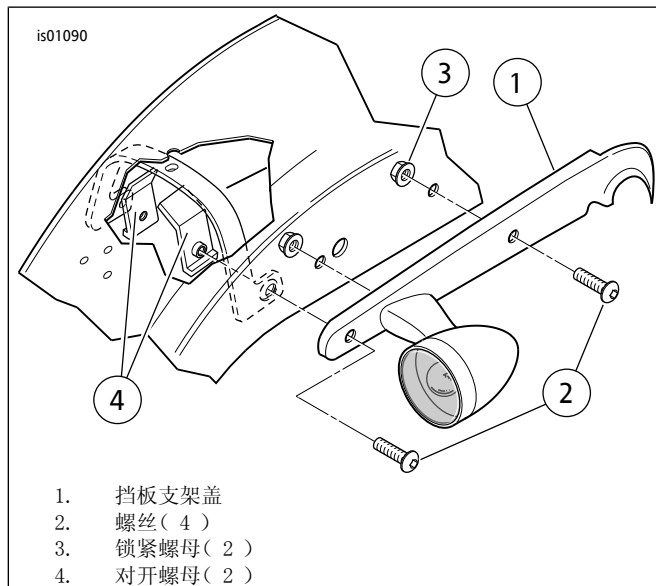

图1。后挡板支架(图示为右侧)
1. 参见图1。从后挡板支架盖(1)上拆下前部螺丝(2)和锁紧垫圈(3)并丢弃。